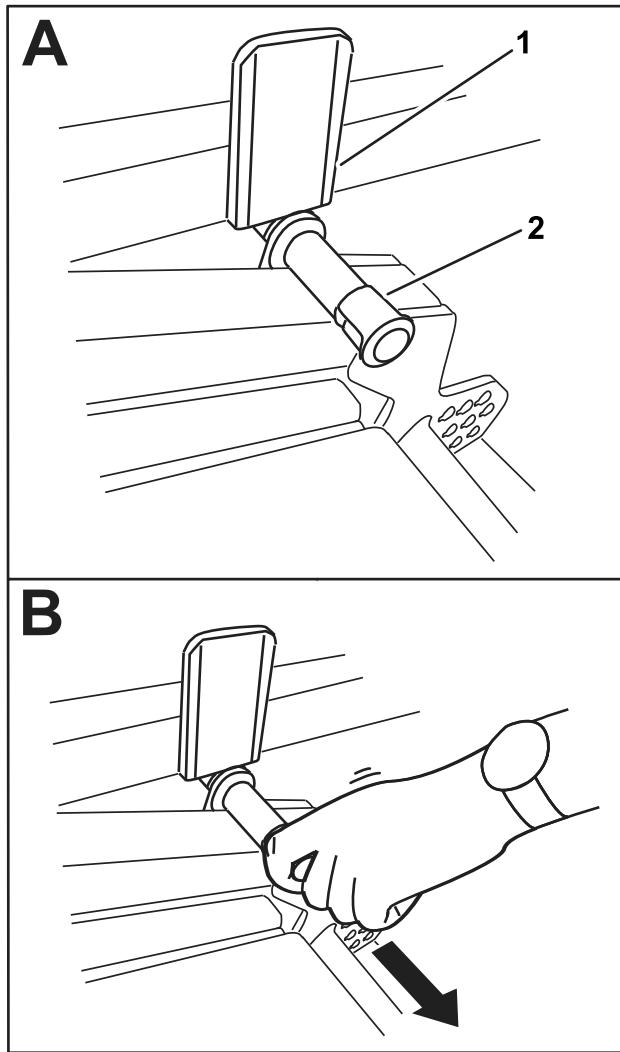

Figure 43
2. Faites pivoter l'unité de coupe lentement vers le bas jusqu'à ce que la goupille touche la plaque du bras de levage (A de la Figure 43).
3. Appuyez sur l'unité de coupe avec le pied et tirez sur la goupille (B de la Figure 43) pour permettre à l'unité de coupe de se stabiliser à la position TRANSPORT.